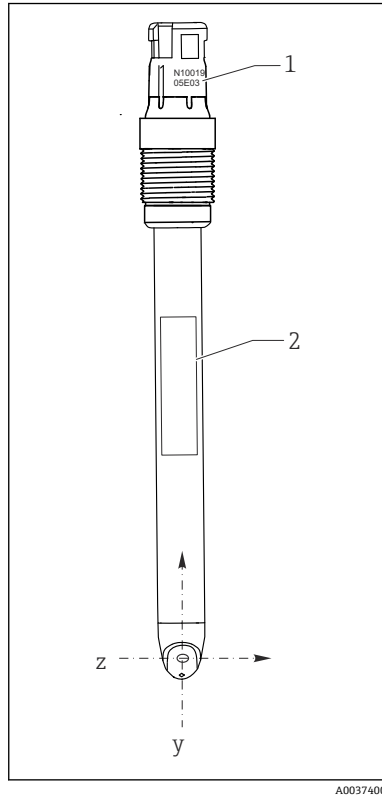
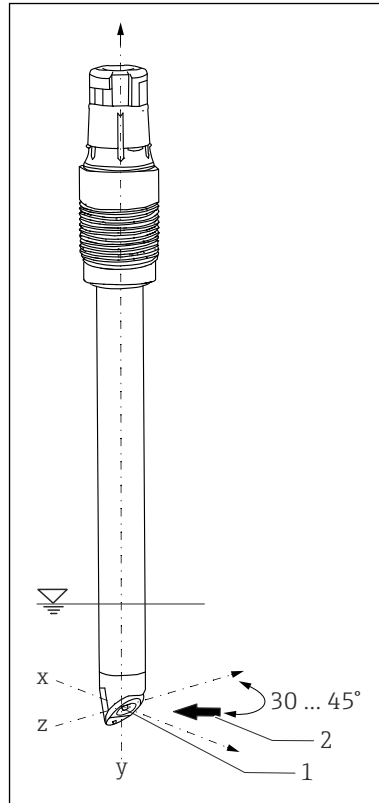

图 6 电极安装方向示意图 (正视图)
图 7 电极安装方向示意图 (3D 视图)
2. 安装就位的 ISFET 芯片 (图号 2)，与介质流向的夹角在 30 ... 45° 之间 → 图 7, 图 7。使用旋转插接头调节安装角度。
在安装支架中安装电极时，注意插接头上光刻的序列号，确保电极安装位置正确 → 图 6, 图 7。标记始终与 ISFET 芯片和铭牌处于同一平面 (Z-y 方向)。
- B 允许安装角度，请注意基本条件 → 图 7